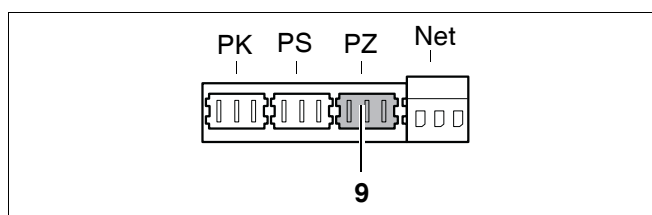

Fig. 42 Klemrække – cirkulationspumpe 230 V (tilslutningsfarve lilla)
- Slut cirkulationspumpen til det lilla stik PZ (fig. 42, pos. 9). Maksimalt tilladt strømforbrug for pumpen = 250 W.